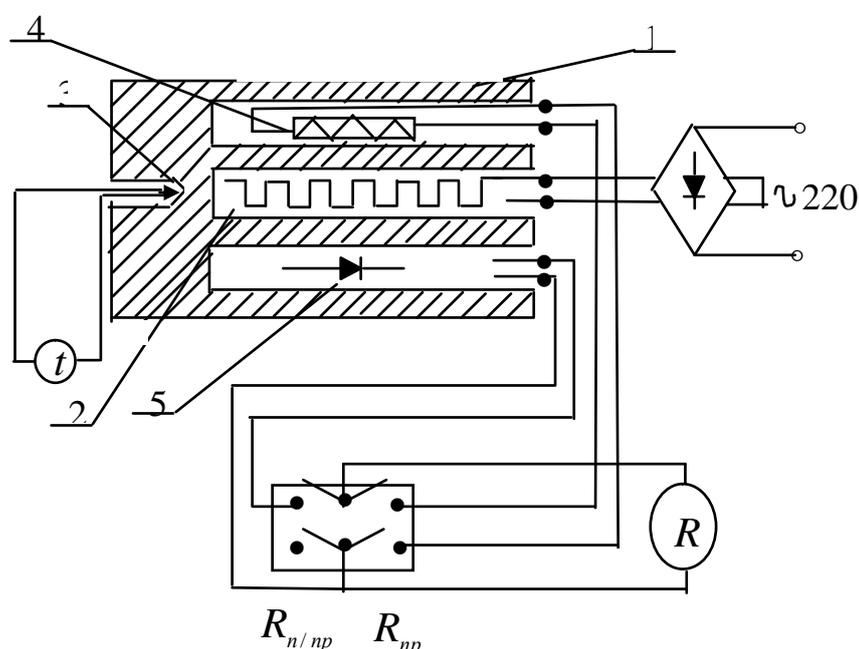

Рис. 1. Принципиальная электрическая схема установки
1. В данной установке (рис. 1) основным элементом является нагревательный блок 1, который состоит: